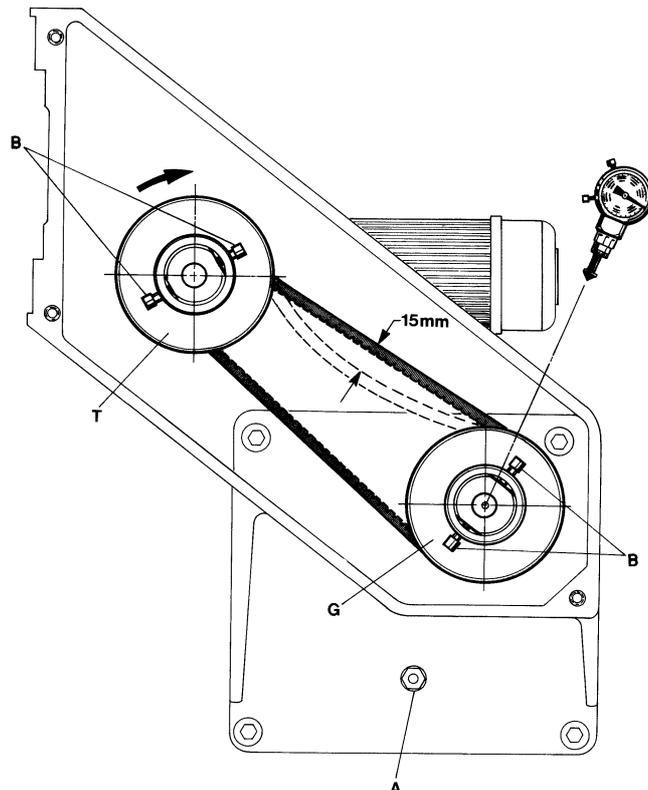

FIG. 2
The gears are lubricated once per month through the grease nipple (A, Fig. 2). We recommend BP-Energrease or equivalent.
Die Zahnräder werden einmal im Monat durch den Schmiernippel (A, Fig. 2) mit Fett geschmiert. Wir empfehlen BP-Energrease oder ein gleichwertiges Fett.
Start the feed-in device (the conveyor will run simultaneously) and measure the revolutions of the driven pulley (see Fig. 2).
Loosen screws (B, Fig. 2) of driving and driven pulley.
If the feed-in speed is too low and has to be increased, screw out driven pulley (G, Fig. 2) accordingly. Count the revolutions. Full and half revolutions are possible. Then screw in the driving pulley (T, Fig. 2) with the same amount of revolutions.
Zum Messen und Einstellen der Zuführgeschwindigkeit entfernen Sie den oberen Deckel der Sackzuführeinrichtung. Schalten Sie die Sackzuführeinrichtung ein (das Transportband läuft dabei gleichzeitig mit) und messen Sie die Drehzahl der getriebenen Scheibe (siehe Fig. 2).
Lösen Sie die Schrauben (B, Fig. 2) in der treibenden und getriebenen Scheibe.
Ist die Zuführgeschwindigkeit zu niedrig und muß erhöht werden, schrauben Sie die getriebene Scheibe (G, Fig. 2) entsprechend heraus. Zählen Sie die Umdrehungen. Es sind sowohl halbe wie ganze Umdrehungen möglich. Schrauben Sie anschließend die treibende Scheibe (T, Fig. 2) um die gleiche Anzahl Umdrehungen hinein.
If the feed-in speed is too high and has to be reduced, screw out the driving pulley (T, Fig. 2) accordingly. Count the revolutions. Then screw in the driven pulley (G, Fig. 2) with the same amount of revolutions.
Retighten screws (B, Fig. 2) on the flats of pulleys and measure the revolutions on driven pulley (G, Fig. 2), to check if the feed-in speed corresponds with the conveyor speed.
**NOTE:** The V-belt pulleys (G and T, Fig. 2) have to be assembled aligned with each other.
Check the tension of the V-belt. The belt tension is correct, when the V-belt can be depressed manually by 15 mm (19/32 in.) (see Fig. 2).
Ist die Zuführgeschwindigkeit zu hoch und muß reduziert werden, schrauben Sie die treibende Scheibe (T, Fig. 2) entsprechend heraus, zählen Sie die Umdrehungen und drehen dann die getriebene Scheibe (G, Fig. 2) um die gleiche Anzahl Umdrehungen hinein.
Ziehen Sie die Schrauben (B, Fig. 2) wieder auf den Flächen der Scheiben an und messen Sie die Drehzahl an der getriebenen Scheibe (G, Fig. 2), um zu prüfen, ob die Zuführgeschwindigkeit der Transportgeschwindigkeit entspricht.
**BEACHTEN SIE:** Die Keilriemenscheiben (G und T, Fig. 2) müssen beim Montieren fluchtend zueinander ausgerichtet werden!
Prüfen Sie die Spannung des Keilriemens. Die Riemen-spannung ist richtig, wenn der Keilriemen etwa 15 mm von Hand eingedrückt werden kann (siehe Fig. 2).